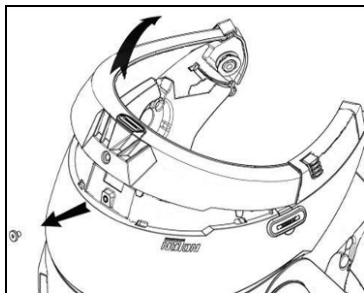

Fig. 1
- Ta bort skruven från hjälmkantens tätning genom att använda den speciella nyckeln (Fig. 1).